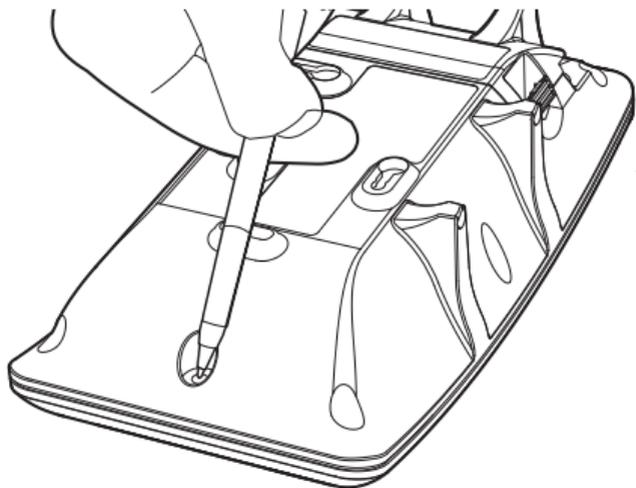

Abb. 5
2. Betätigen Sie kurz die Einlerntaste, die sich in einem runden Loch auf der Rückseite der Tiefton-Sirene befindet, indem Sie einen Stift oder ähnliches verwenden (Abb. 5).
1. Drücken Sie kurz und lösen Sie die Einlernetaste, die sich in einer kreisrunden Öffnung im hinteren Teil der Tiefton-Sirene befindet, indem Sie einen Stift oder etwas Ähnliches verwenden (Abb. 5). Die zwei roten Alarm-LEDs an der Vorderseite der Tiefton-Sirene leuchten, wenn Sie die Taste drücken.